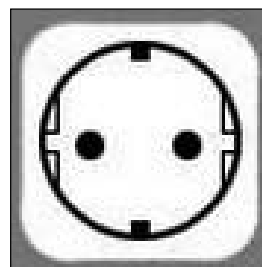

fig. 22 - Schuko-uttag
- Ett jordad Schuko-vägguttag med separat skydd (fig. 22).